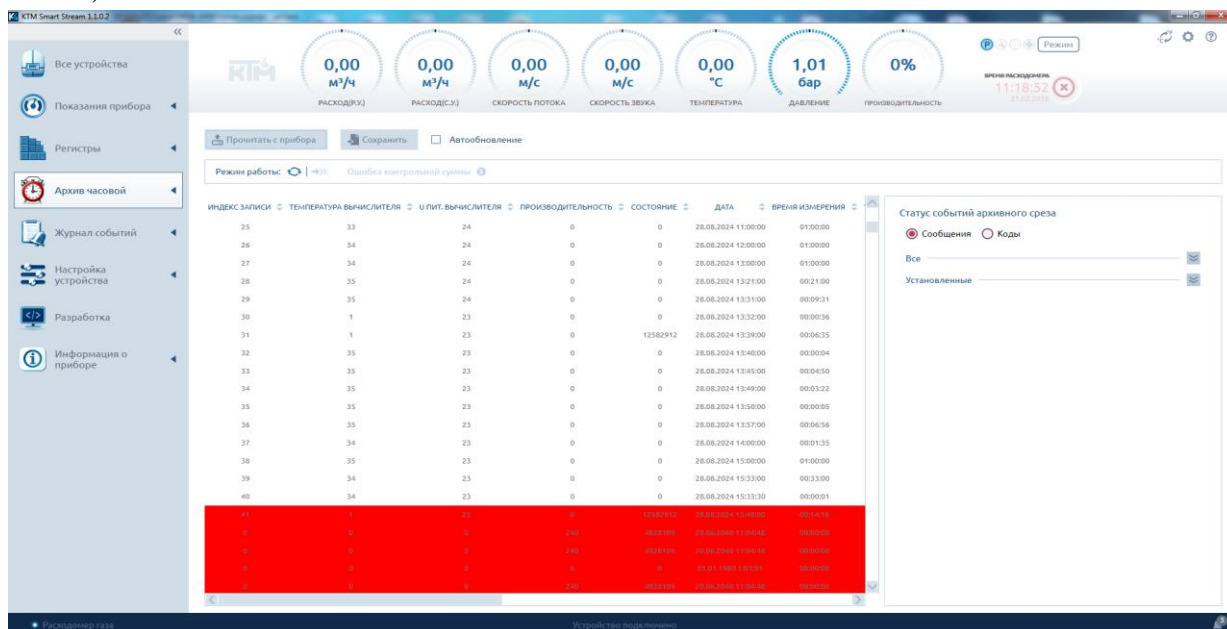

Рисунок 57 – Пример отображения событий, не прошедших проверку контрольной суммы
3.13.2.6 Каждое событие, записанное в архив, защищено контрольной суммой. События, не прошедшие проверку контрольной суммы, выделяются красным цветом (рисунок 57)